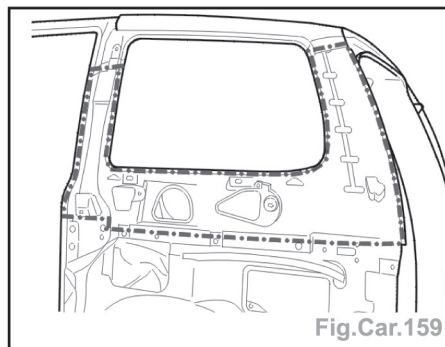

Fig.Car.159
- Préparer les bords d'accostage et protéger les bords par un apprêt soudable ainsi que sur la pièce neuve (Fig.Car.159).